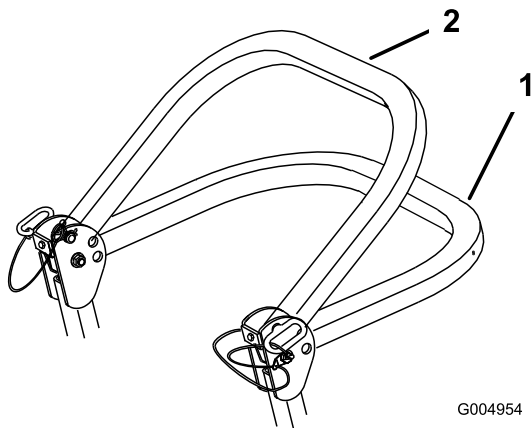

Figure 8
2. Abaissez l'arceau de sécurité à la position la plus basse. La position abaissée est à deux niveaux. Voir Figure 8.